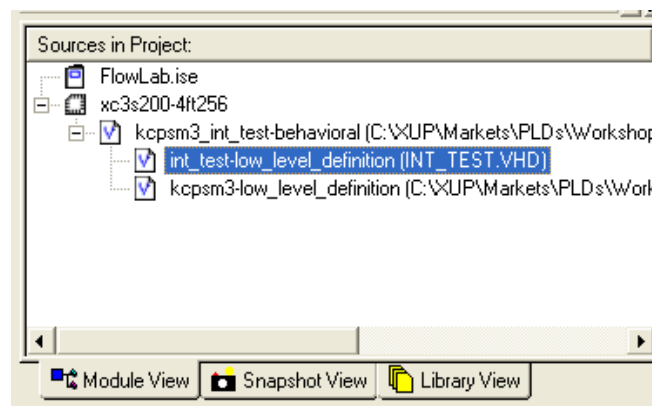

Рис. 13. Иерархия дизайна PicoBlaze контроллера
- 7 Нажмите **Open** и затем **ОК** для того чтобы добавить `INIT_TEST` как VHDL/Verilog Design File в проект (Рис. 13).